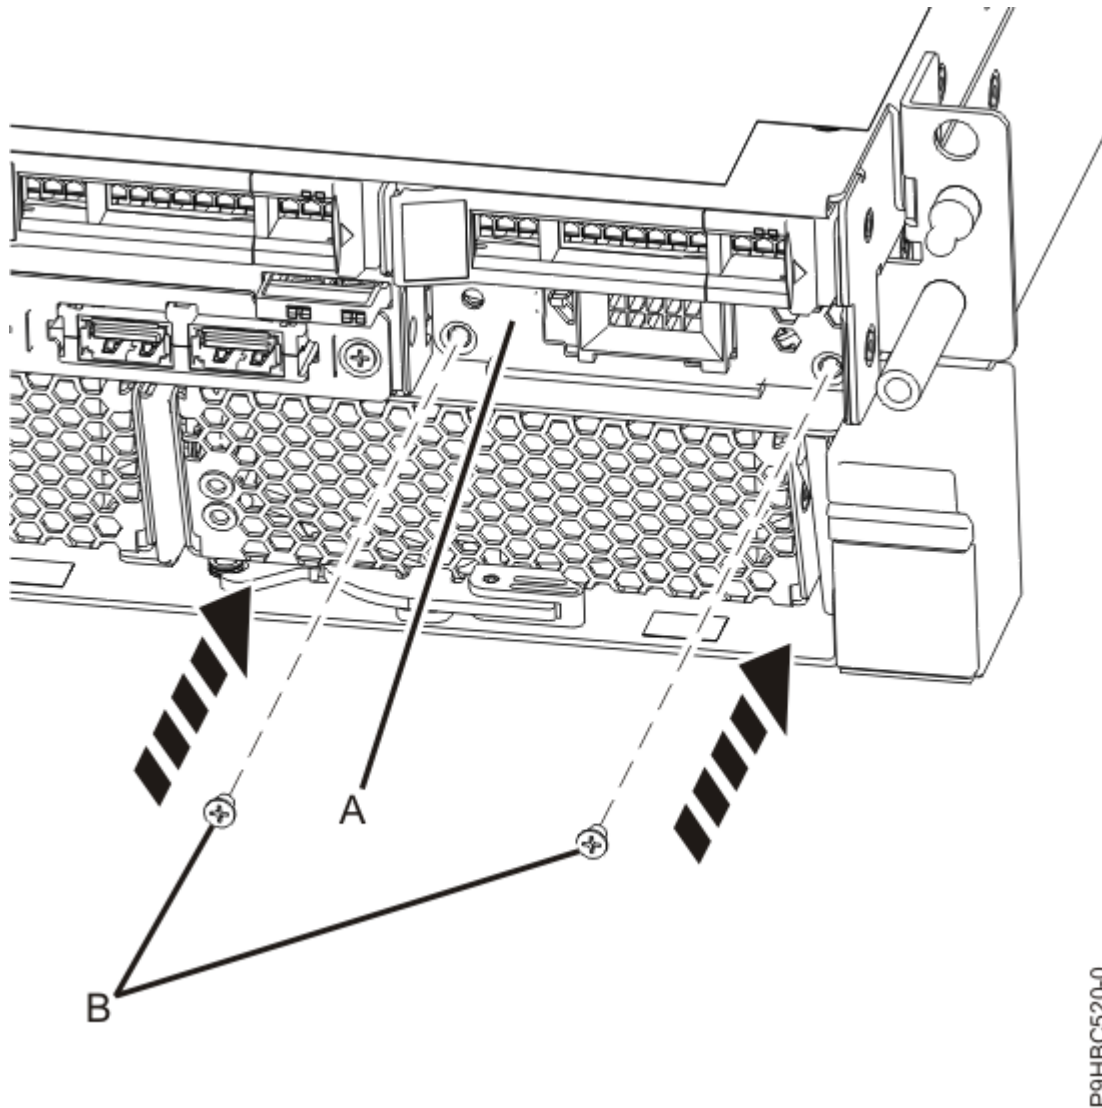

Abbildung 60. Steuerkonsolenanzeigekabel am System befestigen
3. Befestigen Sie den Steuerkonsolenanzeigehalter **(A)** mit zwei Schrauben **(B)** am System (siehe Abbildung 60 auf Seite 66).